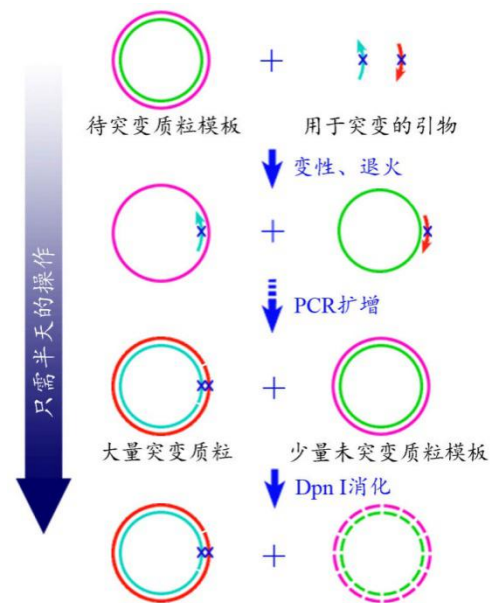

图1. 基因定点突变试剂盒原理图
- 本试剂盒利用了目前最常用的基因点突变技术,只需通过基于PCR的突变质粒的生成,和基于DpnI的模板质粒的消化,转化培养以及后续的酶切或测序鉴定,即可得到预期的突变质粒(参考图1)。DpnI消化仅需5分钟,累计操作时间约2-3小时即可完成基因的定点突变。
- 参考图1,使用本试剂盒时需要先设计长度通常为25-45个碱基互补的两个引物,在引物中含有预期的突变位点。然后以待突变的质粒为模板,用这两个引物进行PCR扩增反应。这样可以产生含有预期的突变位点的双链质粒,但这个双链质粒中有两个nick位点。待突变的质粒通常来源于DH5α等*dam*⁺大肠杆菌,在这些*dam*⁺细菌中质粒会被甲基化修饰,而在体外通过PCR扩增得到的质粒不会被甲基化。这样用特异性识别甲基化位点的酶DpnI处理,可以消化掉待突变的质粒模板,而使通过PCR扩增出来的含有突变位点的质粒被选择性地保留下来。随后把DpnI处理过的产物转化感受态细菌后,突变质粒中的两个nick位点可以被大肠杆菌修复,得到的克隆就会含有预期的突变质粒了。